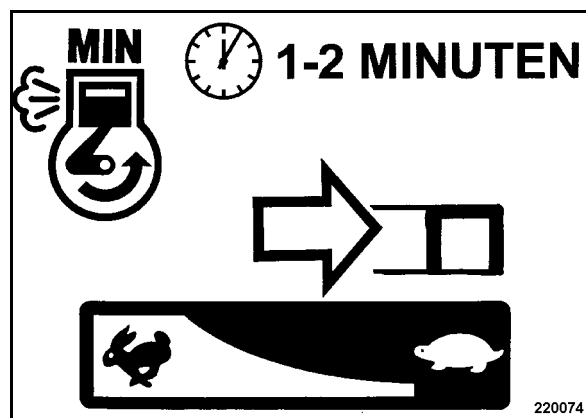

рис. 26
- Установить рычаг управления частотой вращения (рис. 26) в положение холостого хода.